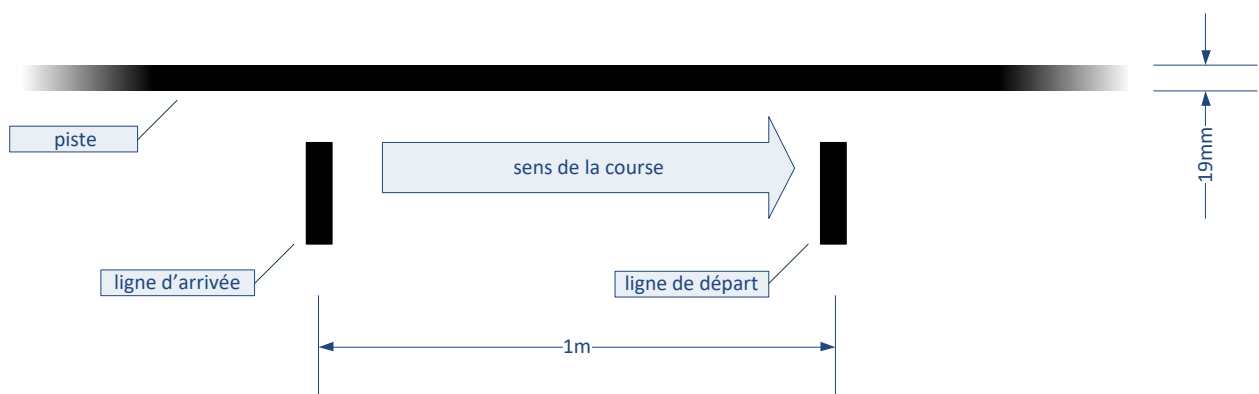

Figure 1 : Zone de départ et d'arrivée
- Le circuit dispose de marques, de la même couleur que la piste, indiquant la ligne de départ et la ligne d'arrivée (Figure 1).